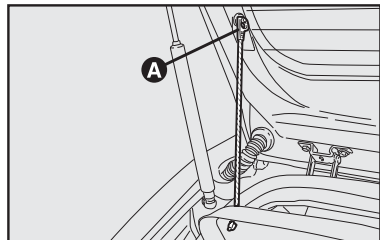

fig. 114
1) Desenganche las extremidades superiores **A-fig. 114** de los dos tirantes superiores y desprendiéndolas de sus pernos.